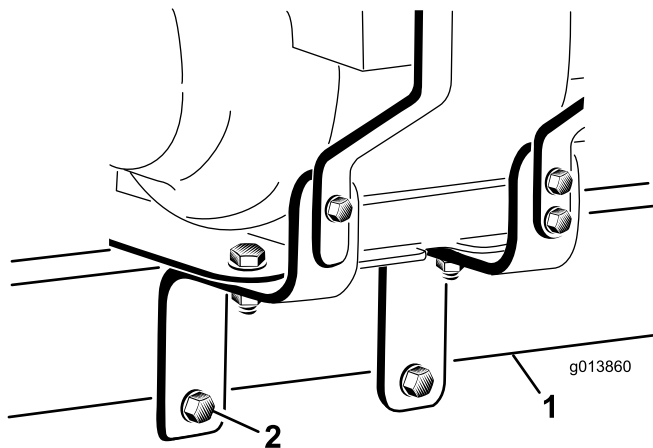

Bild 7
8. Stecken Sie die zwei Bolzen ($\frac{1}{2}$ " x 5") durch die Löcher in der Motorbefestigungshalterung und stellen Sie sicher, dass eine Flachscheibe an jeder Außenseite der Motorbefestigungshalterung angebracht ist, und dass die Bolzen unter dem Anbauvorrichtungrohr verlaufen. Ziehen Sie die 2 Muttern ($\frac{1}{2}$ ") wie in **Bild 7** dargestellt handfest an.